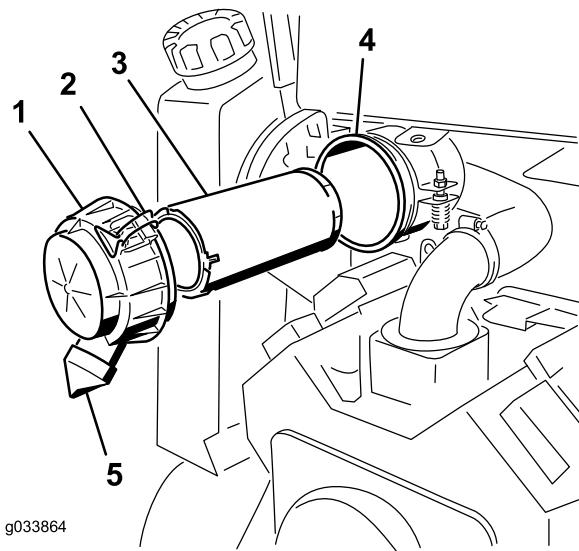

Figura 33
**Importante:** Revise el filtro del limpiador de aire únicamente cuando el indicador de mantenimiento se ve rojo (Figura 33). El cambiar el filtro antes de que sea necesario sólo aumenta la posibilidad de que entre suciedad en el motor al retirar el filtro.
4. Abra los cierres del limpiador de aire y tire de la tapa de la entrada de aire para separarla del cuerpo del limpiador de aire (Figura 33).
1. Extraiga con cuidado el filtro primario del cuerpo del limpiador de aire (Figura 33). Evite golpear el filtro contra el lado de la carcasa.
3. Introduzca cuidadosamente el filtro primario en el cuerpo del filtro (Figura 33). Asegúrese de que está bien asentado empujando sobre el borde exterior del filtro mientras lo instala.
4. Instale la tapa del limpiador de aire con el lado marcado "UP" hacia arriba, y fije los cierres (Figura 33).